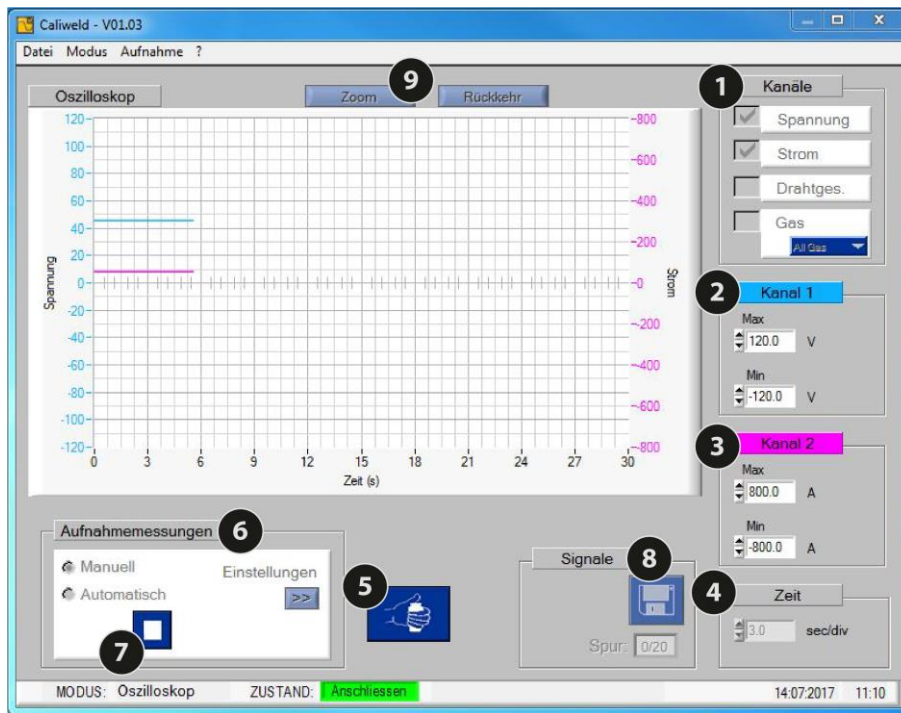
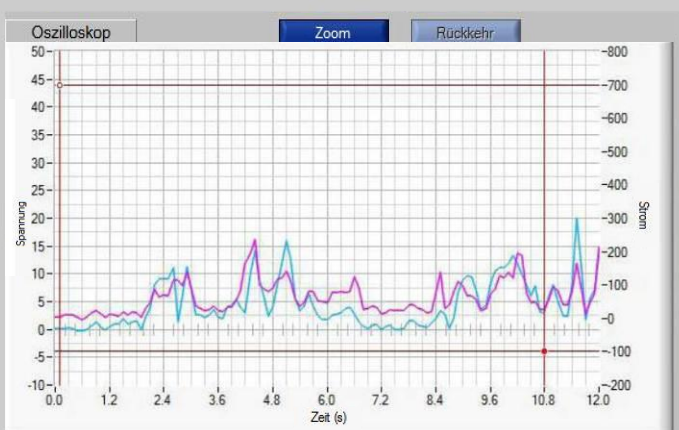
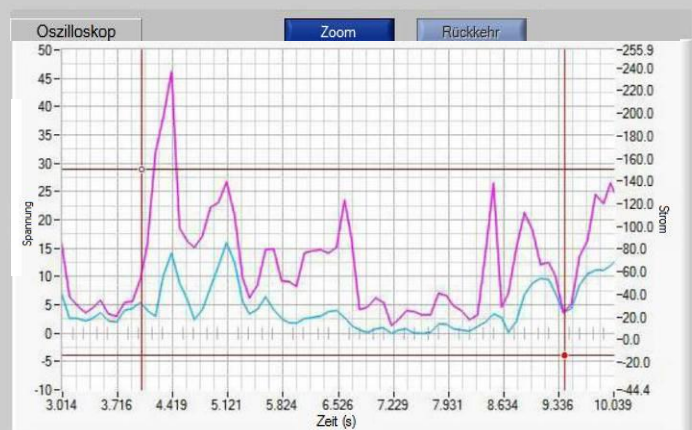

Abb.5: Seite Oszilloskop
Abb.6: Grafik vor Zoom
Abb.7: Grafik nach Zoom
BESCHREIBUNG (Abb. 5: Oszilloskop-Seite)
Der Oszilloskop-Modus ermöglicht die Auswahl von zwei Messkanälen, diese zu visualisieren und zu speichern. Dieser zusätzliche Modus ermöglicht eine präzise grafische Darstellung und den visuellen Vergleich zu einem anderen Kanal (Abb.5):
- Die Rubriken "Pfad 1" und "Pfad 2" werden angezeigt, wenn einer der beiden Kanäle ausgewählt wurde. Die angezeigte Messeinheit ermöglicht die Prüfung der Pfade der ausgewählten Kanäle (z.B. Abb. 5: Die Spannung wurde als ersten zu messenden Kanal ausgewählt, die Messeinheit des "Pfad 1" ist in Volt).
Die Software bietet die Möglichkeit, in die Messgrafik zu zoomen. Auf die Taste "Zoom" klicken (Abb. 5). Vier Punkte erscheinen auf der Grafik (2 horizontal und 2 vertikal). Mit diesen Punkten wird der zu vergrößere Bereich festgelegt (Abb. 6). Danach auf die Taste Zoom klicken (Abb. 7). Um zur normalen Übersicht zurückzukehren, muss man auf die Taste "Rückgang" klicken.
Um die Aufnahme der Messungen zu starten, muss man das Gerät entweder mit der Fernbedienung (5 Abb. 5) oder durch den Schweißvorgang aktivieren und danach auf das Feld  für jede gewünschte Erfassung klicken. Eine Aufnahme startet.
Die Erfassung kann automatisch beim anwählen des Feldes "Auto Erfassung" erfolgen. (Abb. 5). Zunächst die Schweißparameter einstellen. Genauso wie für den Multimeter-Modus findet man in den Parametern der automatischen Erfassung die folgenden Elemente:
Der Betrieb des automatischen Modus des Oszilloskopes ist der gleiche wie der des Multimeters. Zunächst muss man das Gerät durch die Fernbedienung (5 Abb. 5) oder durch den Schweißvorgang aktivieren. Danach auf die Taste klicken  (7 Abb. 5). Die Software nimmt jede Naht auf, sobald die Intensität höher ist, als diejenige, die als Auslöseschwelle ausgewählt wurde. Sie stoppt die Aufnahme der Naht, sobald die Intensität niedriger ist, als diejenige, die als Auslöseschwelle ausgewählt wurde. Zwei Ereignisse ermöglichen den Stopp der Messungen: Der Nutzer klickt auf die Taste  (7 Abb. 5) oder die Aufnahme hat bereits 30 Sekunden erreicht.
Am Ende der Aufnahme ist es möglich diese zu speichern und anzuzeigen (bis maximal 10 Kurven). Auf das Feld  klicken (8 Abb. 5), die Speicherung benennen  und nochmals auf  klicken um die Speicherung zu bestätigen.